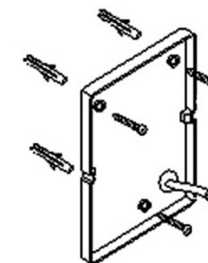

Bild 2
**Bild 2:** Das Kabel durch die Dichtung schieben. Die Grundplatte mittels Wasserwaage ausrichten, die Bohrlöcher an den entsprechenden Stellen anzeichnen und die Grundplatte wieder abnehmen. Die Löcher bohren, die Dübel einsetzen und die Grundplatte anschrauben. Bei Holzwänden oder Leichtbauwänden passendes Material verwenden.